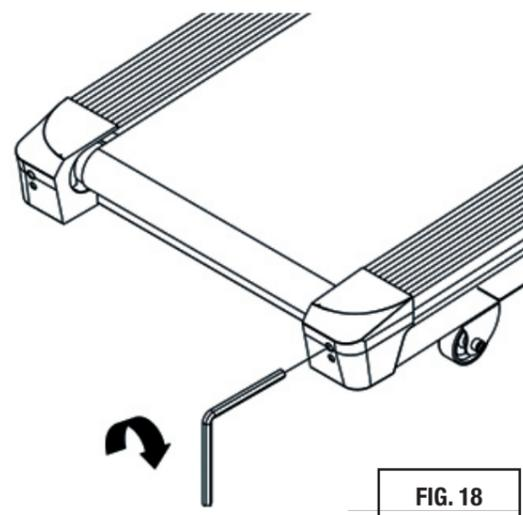

FIG. 18
- ▶ Se il nastro scorrevole tende ad andare, durante il rotolamento, verso destra è necessario intervenire sulla vite di regolazione destra (Fig. 18), girando in senso orario un quarto di giro per volta.